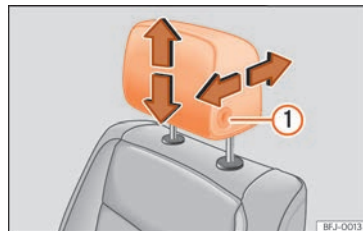

Fig. 20 Siège avant : réglage de l'appuie-tête.
Pour régler un appuie-tête en hauteur, appuyez sur le bouton latéral » » fig. 20 ① sans le relâcher, puis déplacez-le vers le haut ou le bas dans la position désirée. L'appuie-tête doit s'enclencher correctement dans une position.
Pour le régler dans le sens longitudinal, déplacez-le vers l'avant ou l'arrière en appuyant simultanément sur le bouton latéral » » fig. 20 ①.